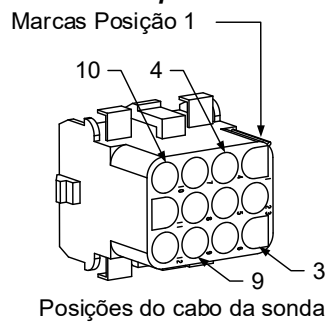

Figura 42
- Insira os cabos da sonda de temperatura no conector da cablagem de 12 pinos (consulte a Figura 42). Para unidades de recipiente completo ou a metade direita de uma unidade de recipiente duplo, o cabo vermelho é ligado na posição 3 e o branco na posição 4. Para a metade esquerda de uma unidade de recipiente duplo, o cabo vermelho é ligado na posição 9 e o branco na posição 10. **NOTA:** *Direita e esquerda* referem-se à fritadeira quando vistas de trás.